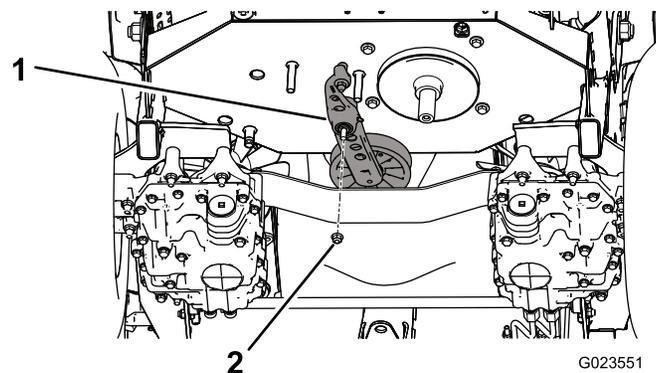

Рисунок 56
5. Выверните гайку крепления натяжителя в сборе к раме (Рисунок 56).